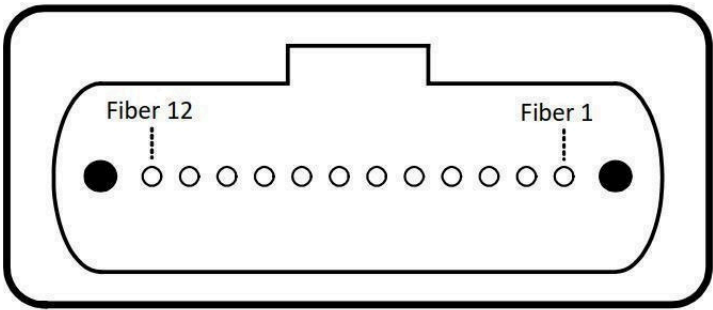

Figura 4: Vista Externa do Receptáculo MPO do Módulo
2. VccRx, Vcc1 e VccTx são as fontes de alimentação do receptor e do transmissor e devem ser aplicadas simultaneamente. O circuito de filtragem de fonte recomendado na placa host é mostrado na Figura 4 abaixo. VccRx, Vcc1 e VccTx podem ser conectados internamente dentro do módulo transceptor em qualquer combinação. Os pinos do conector são classificados para uma corrente máxima de 1000 mA cada.